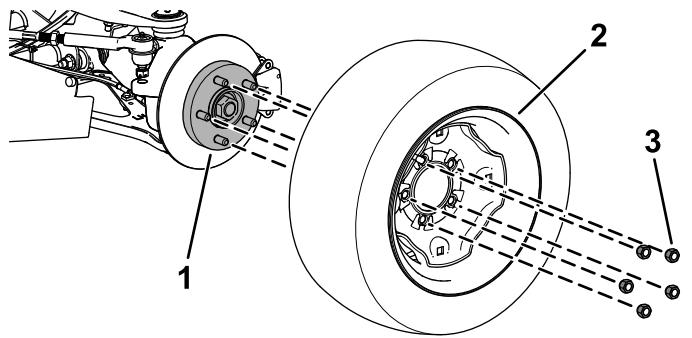

Figura 2
2. Retire as porcas de rodas que prendem a roda ao cubo (Figura 2).
1. Instale a roda no cubo utilizando as porcas das rodas previamente removidas (Figura 2).